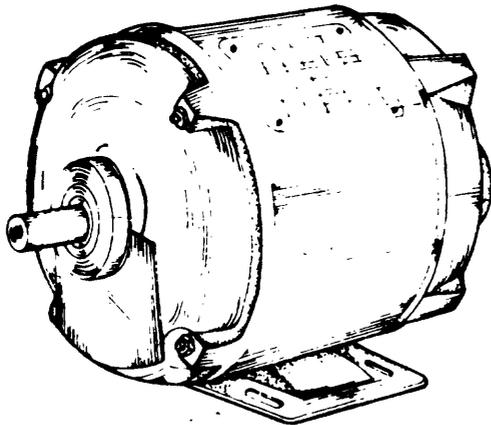

Fig. 11
- 2) El que tiene protección contra la entrada directa o indirecta de gotas o partículas sólidas que se proyectan sobre él, hasta en dirección horizontal. Por lo tanto debe ser más cerrado (figs. 11 y 12).